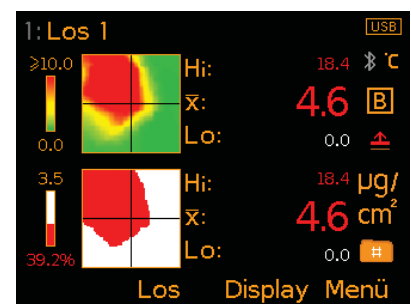

Bild 8: Salzkonzentration Übersicht und Gut/Schlecht Übersicht
- **Salzkonzentration Übersichta (Bild 8);** Eine visuelle Anzeige der Dichte der Salzverunreinigung über die Prüffläche. Der Anteil von löslichen Salzen wird durch ein grünes und rotes Konturschema dargestellt; grün für eine sehr geringe Salzkonzentration oder nicht verunreinigte Bereiche, gelb für Bereich mit mittlerer Salzkonzentration und rot für Bereiche, deren Salzkonzentration den für das Diagramm festgelegten skalenbereich überschreitet.